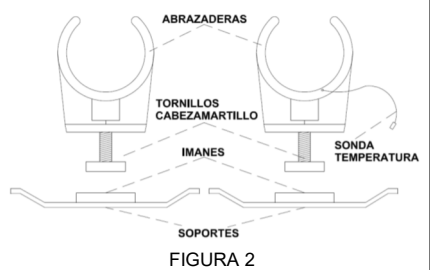

FIGURA 3 FIGURA 4 FIGURA 5
- Insertar los dos soportes (figura 2) en el bastidor (figura 1) del dispositivo según se muestra en la figura 3.
- Conectar la Sonda de Temperatura (figura 3) al conector para sonda del radiador (figura 1).